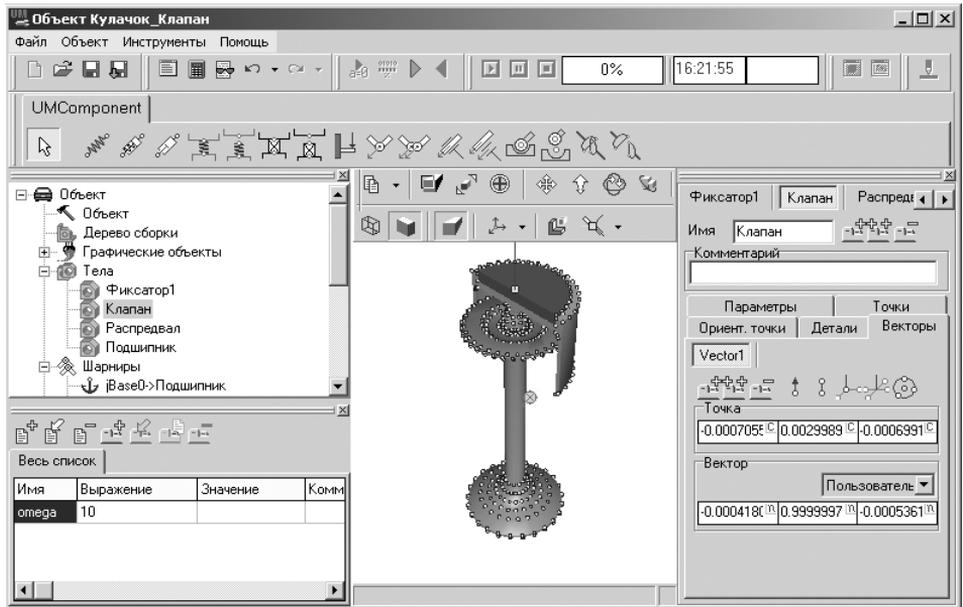

Рис. 2.24. Состояние системы **Универсальный механизм** в процессе построения точки связи типа вектор по нормали для тела **Клапан**
- переместите указатель мыши в одну из вершин на верхней плоскости поршня (Поршень1 – ) и щелкните левой кнопкой мыши. Появится окно **Инспектор** со всеми параметрами вектора в виде нормали к контактируемой плоскости поршня. После этого для тела **Клапан** добавится точка связи с координатами вершины. Вектор точки связи будет направлен по нормали к выбранной плоскости тела **Поршень1** (вдоль оси Y), см. рис. 2.24.